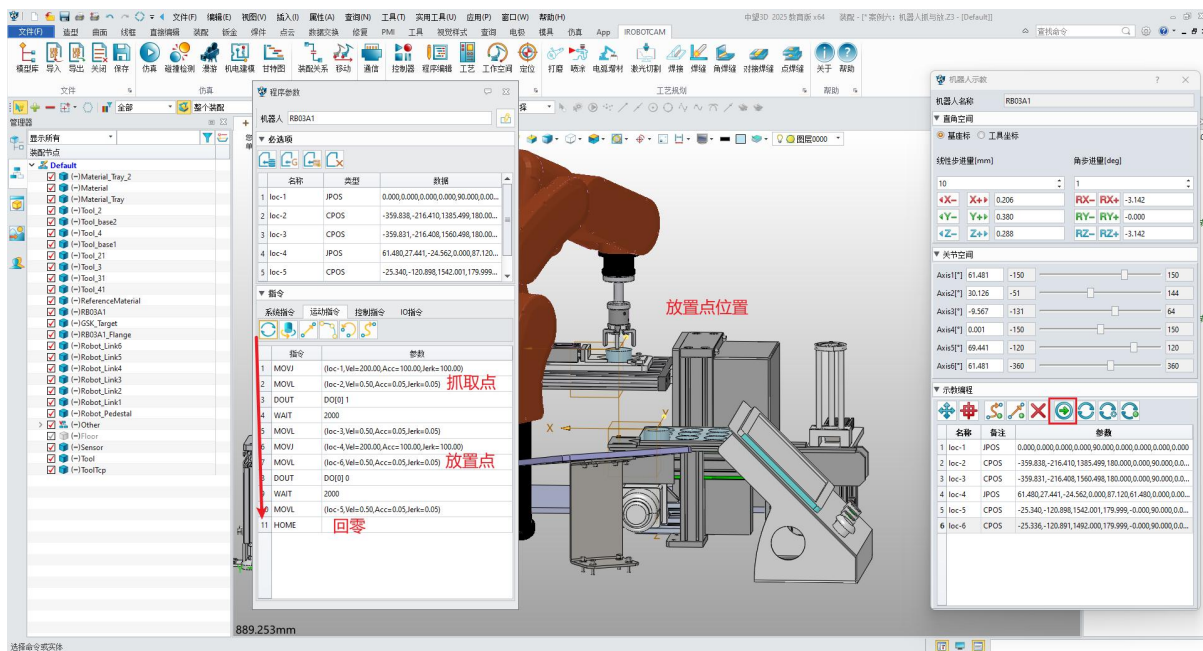

图 10-33: 命令
- ◇ 利用机器人示教窗口的转到标记点进行添加程序编辑的指令。（图 10-33）